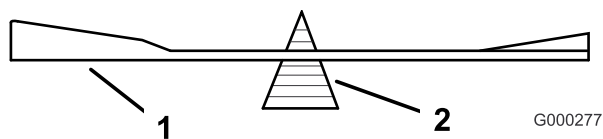

Figura 93
2. Controllate l'equilibrio della lama posizionandola su un bilanciatore (Figura 93). Se la lama rimane in posizione orizzontale, è bilanciata e può essere utilizzata. Se la lama non è bilanciata, limate del metallo soltanto dalla costa (Figura 91). Ripetete la procedura finché la lama non è perfettamente bilanciata.